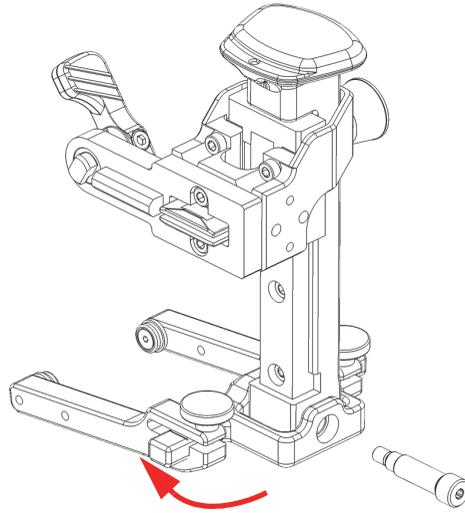

Figure 2-24 Retournement de l'axe rotatif de la fourche
6. Retournez l'axe rotatif de la fourche à 180 degrés et faites-le glisser à nouveau dans le rail du bras à ressort (Figure 2-24 à la page 54).